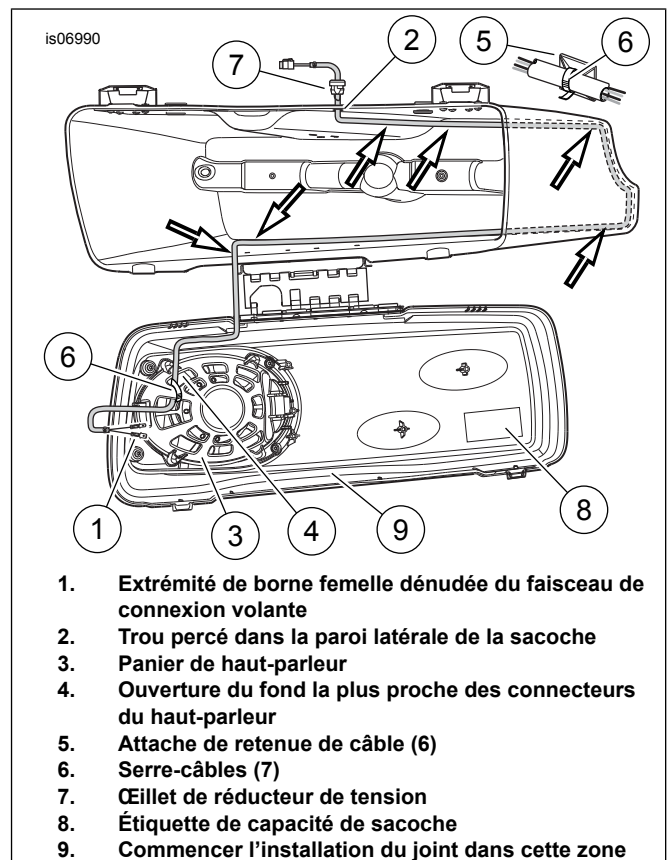

**Figure 3. Installer les coussinets en mousse sur la charnière du loquet de sacoche (côté gauche illustré)**
Voir Figure 3. La charnière du loquet de sacoche est illustrée avec les goupilles retirées pour plus de clarté.
15. Prendre deux coussinets en mousse ( Figure 7, élément 15) du kit. Couper un morceau en deux moitiés, tel qu'illustré dans Figure 3. Retirer la garniture du support adhésif du coussinet **non coupé** et apposer sur le côté plat du segment du connecteur de la charnière du loquet (3). Retirer la garniture du support adhésif d'un coussin coupé et apposer sur le côté avec charnière du segment de connecteur de loquet, tel qu'illustré.